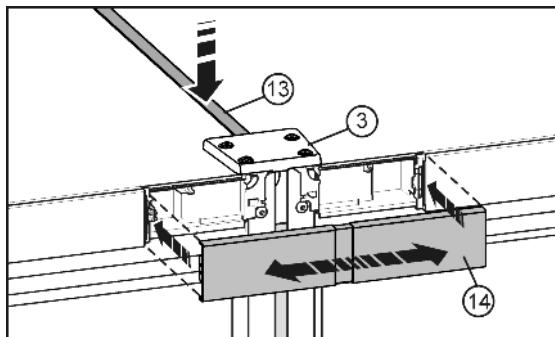

Fig. 10
- На верхней стороне вдавите в щель короткую планку Fig. 10 (13). Планка должна быть заподлицо с крышкой Fig. 10 (3) устройства на передней кромке.
► Защелкните крышку Fig. 10 (14) на еще открытом промежутке обеих заглушек участков обслуживания. Следите за тем, чтобы наружные стороны крышки заканчивались ровень с заглушками участков обслуживания. Для этой цели крышка сделана выдвижной.